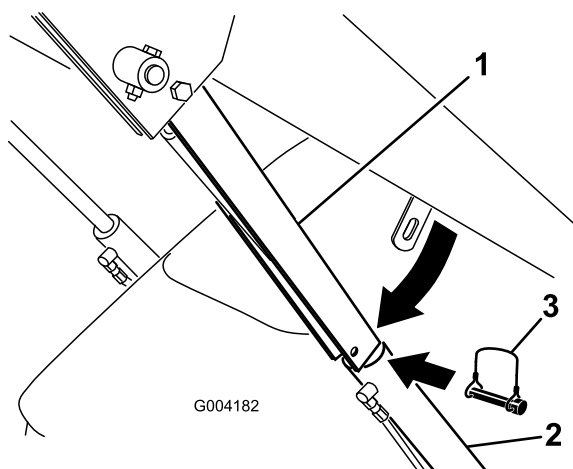

Figure 24
4. Enlevez la goupille à anneau qui fixe le verrou de vérin au bras de chargeuse (Figure 24).
5. Abaissez le dispositif de verrouillage sur la tige du vérin et fixez-le en position à l'aide de la goupille à anneau (Figure 24).